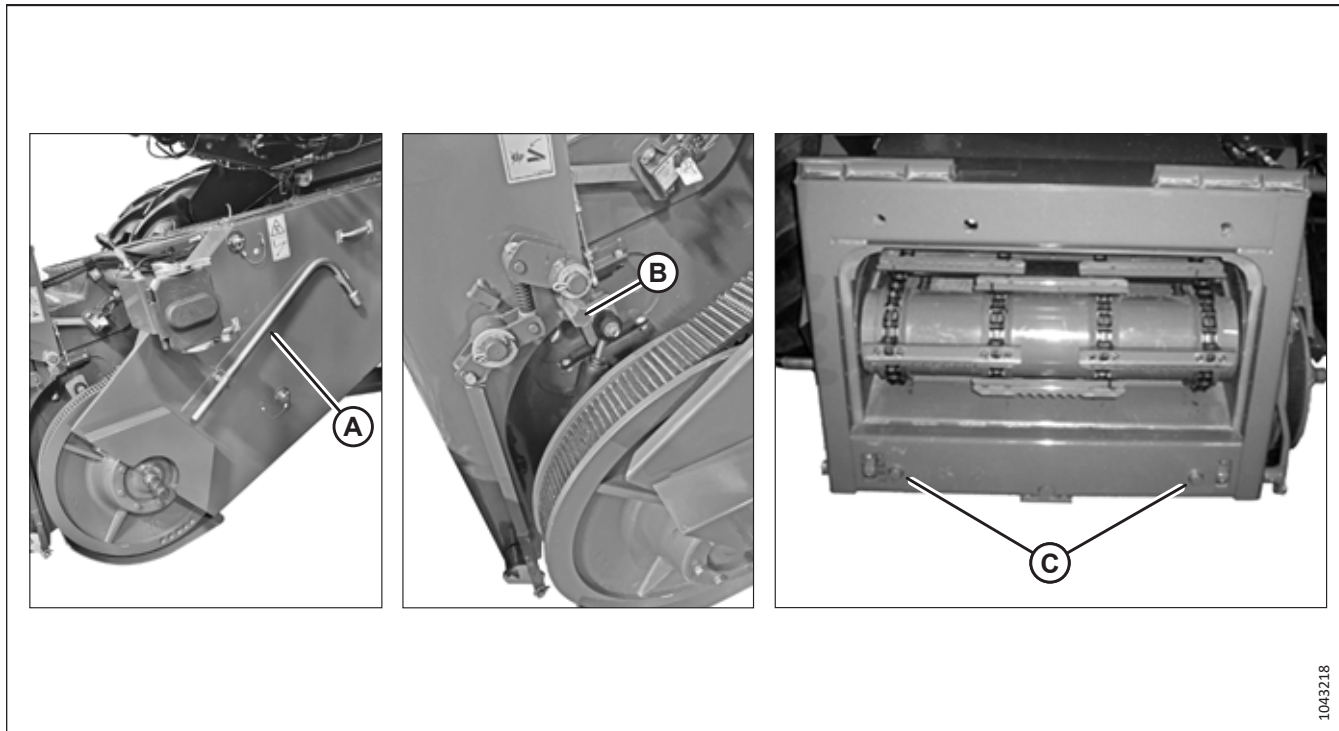

Figure 3.108: Convoyeur
Assurez-vous que les goupilles d'alignement (C) (voir figure 3.108, page 102) du convoyeur s'alignent avec les trous (B) dans le châssis du module de flottement.